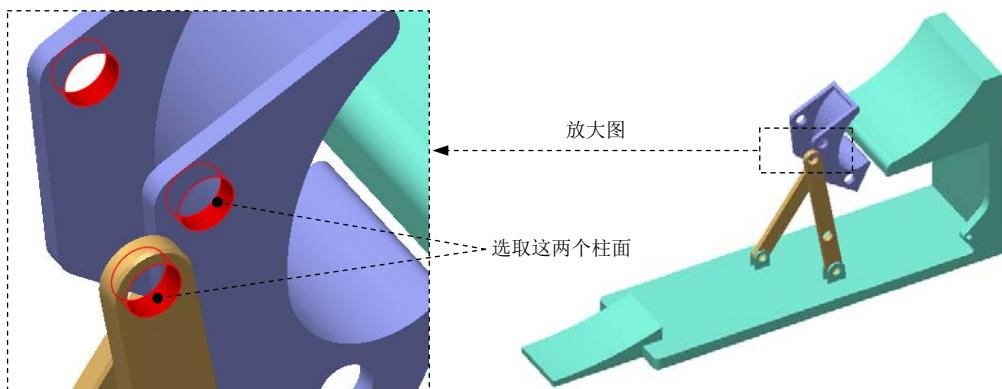
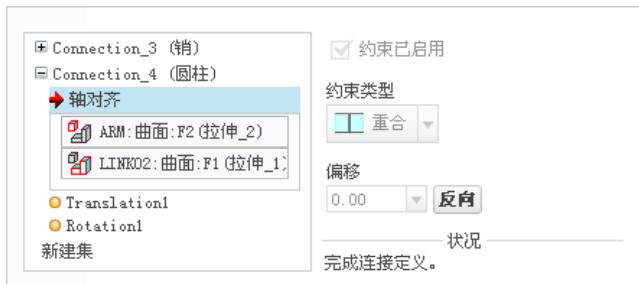

图 9.5.15 创建圆柱 (Cylinder) 连接
图 9.5.16 “放置”界面
(1) 在 **放置** 界面下方单击“新建集”字符，在“元件放置”操控板的机械连接约束列表中选择 **圆柱** 选项。
(2) 定义“轴对齐”约束。单击操控板中的 **放置** 按钮，分别选取图 9.5.15 所示的两个柱面为“轴对齐”约束参考，此时 **放置** 界面如图 9.5.16 所示。